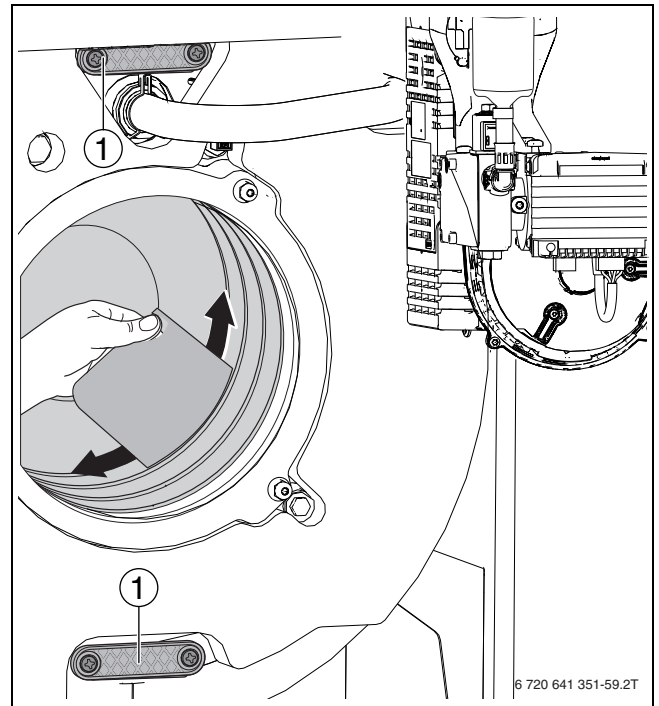

Bild 80 Heizgasspalte mit Reinigungspachtel reinigen
- ▶ Befestigungsschrauben der beiden Reinigungsdeckel (→ Bild 80, [1]) entfernen.
- ▶ Heizgasspalte mit Reinigungsspachtel reinigen (→ Bild 80). Hinweise zur Reinigung beachten!